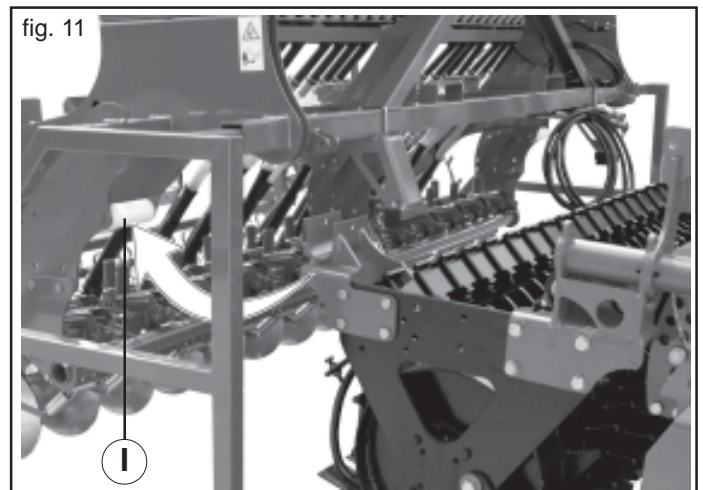
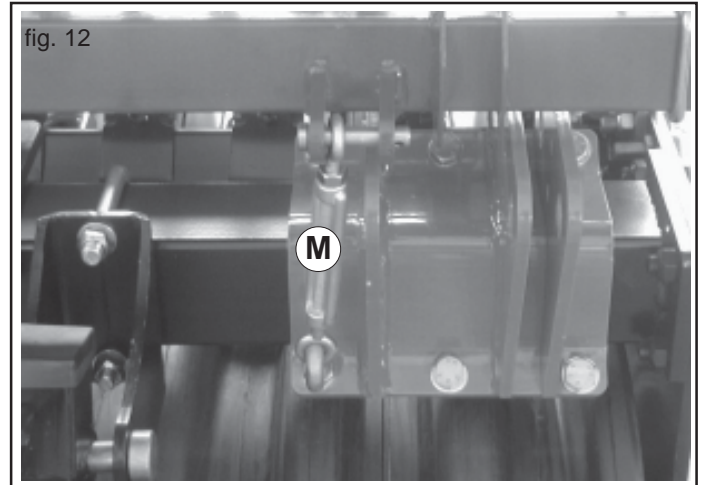
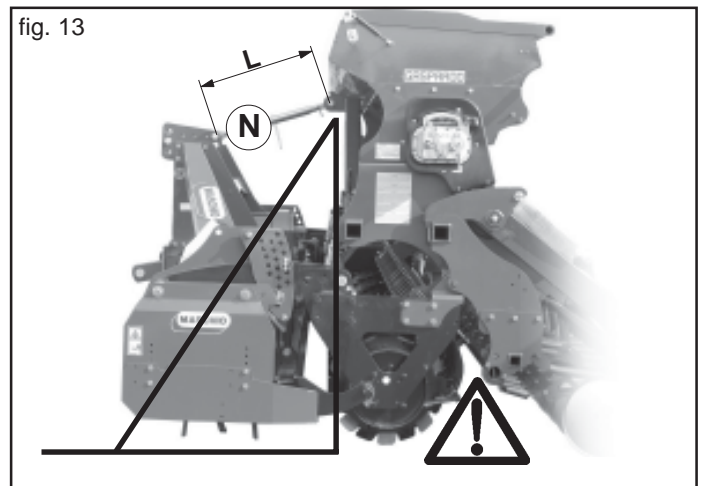

fig. 11
fig. 12
fig. 13
- 3) Avvicinarsi con il trattore alla seminatrice, agendo sul sollevatore, agganciare l'attrezzatura nei punti predisposti (I, Fig. 11). Verificare che non ci siano o si possono verificare interferenze tra organi meccanici delle due macchine. In modo particolare controllare la zona tra il rullo posteriore ed i bracci degli assolcatori (Fig. 13).
- 5) Agganciare i tiranti (M, Fig. 12) tra seminatrice e rullo; regolare gli stessi per assettare l'attrezzatura perpendicolarmente al terreno (Fig. 13).
- 6) Agganciare il tirante superiore (N Fig. 13) tra seminatrice ed erpice rotante, regolando la lunghezza (L) secondo il rullo posteriore utilizzato:
- 6) Agganciare il tirante superiore (N Fig. 13) tra seminatrice ed erpice rotante, regolando la lunghezza (L) secondo il rullo posteriore utilizzato: rullo Ø 600 - L = 720 mm.